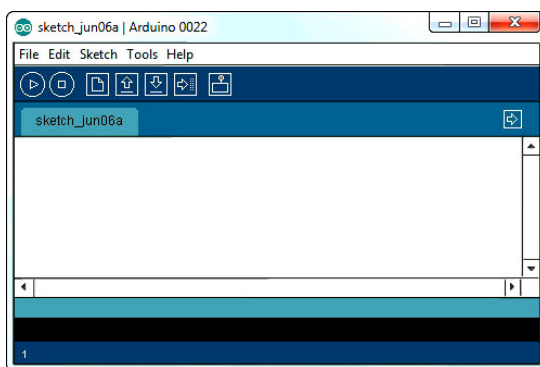

Рис. 11. Среда разработки Arduino IDE
5. Запустите среду Arduino IDE по адресу C:\arduino\arduino.exe (рис. 11).